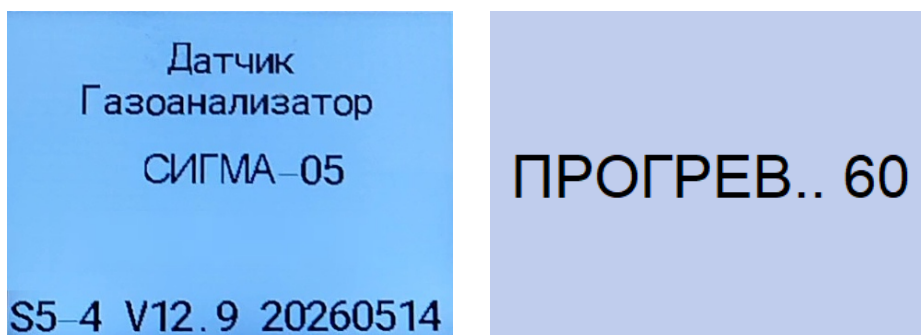

Рисунок 35 – Процесс загрузки и прогрева сенсоров
3.5.6.1 После включения газоанализатора в сеть происходит его прогрев продолжительностью от 15 секунд до 10 минут в зависимости от типа установленных чувствительных элементов. Процесс прогрева сопровождается обратным отсчетом таймера и отображается на экране газоанализатора (рисунок 35).